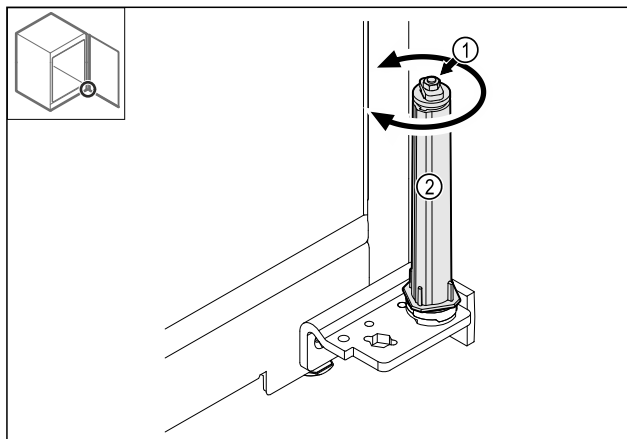

Fig. 41
- No desmontar la unión atornillada Fig. 41 (1) del sistema de cierre.
- Girar el sistema de cierre Fig. 41 (2) hasta que haga clic.